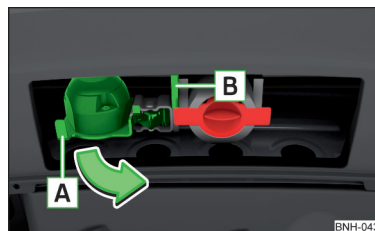

Abb. 140
- Die 13-polige Steckdose am Griff **A** fassen und in Pfeilrichtung ausschwenken » Abb. 140.